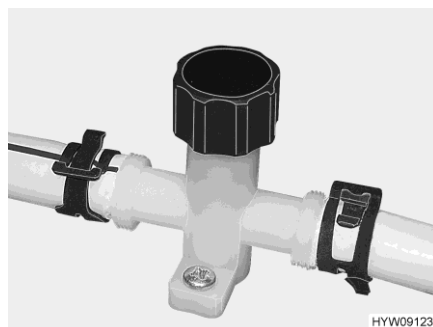
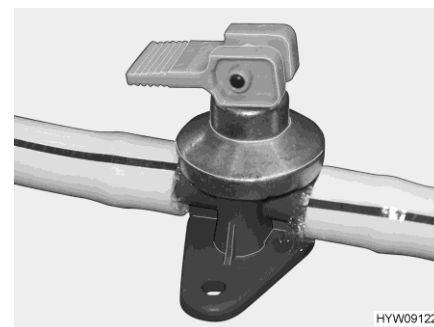

Fig. 169 Robinet de vidange (conduite d'eau)
Fig. 170 Robinet de vidange (chauffe-eau Alde)
- Fermer les robinets de vidange. Tourner pour cela le capuchon (Fig. 169) dans le sens des aiguilles d'une montre et le levier à bascule (Fig. 170) à l'horizontale.
- Ouvrir les robinets de vidange. Tourner pour cela le capuchon (Fig. 169) dans le sens inverse des aiguilles d'une montre et mettre le levier à bascule (Fig. 170) à la verticale.